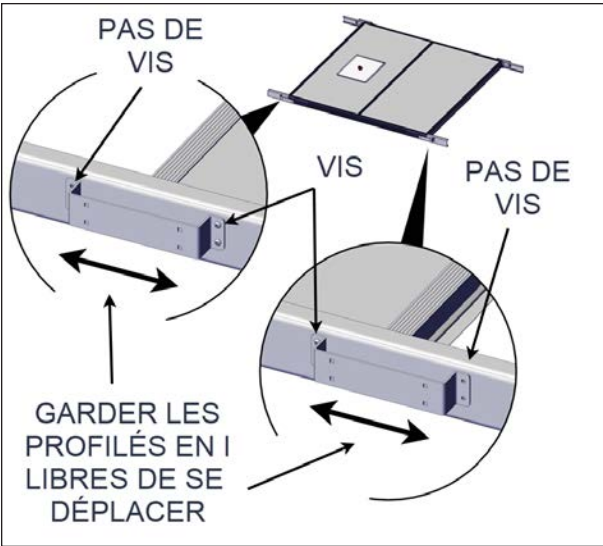

FIGURE 35: INSTALLATION DES SUPPORTS DE MONTAGE
12. Répéter l'étape précédente pour les autres supports de montage, voir Figure 35.
S'assurer que le profilé en I bouge librement dans les rainures, voir Figure 35.